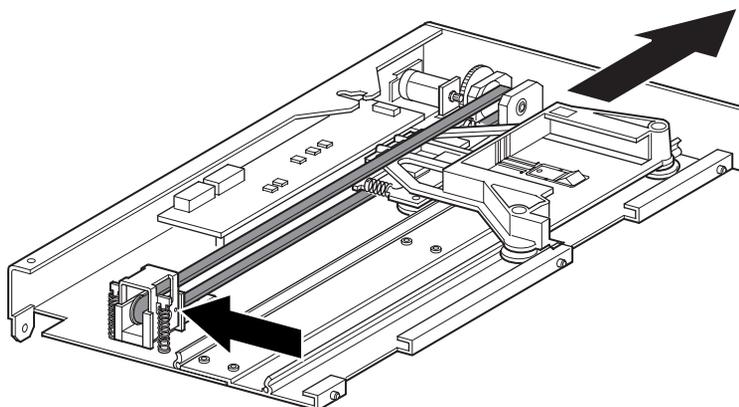

Figure 2-14 : Emplacement du chariot d'élévation des supports
4. Positionnez le chariot d'élévation des supports sur la trappe d'accès au système de blocage de la courroie (voir la Figure 2-14).